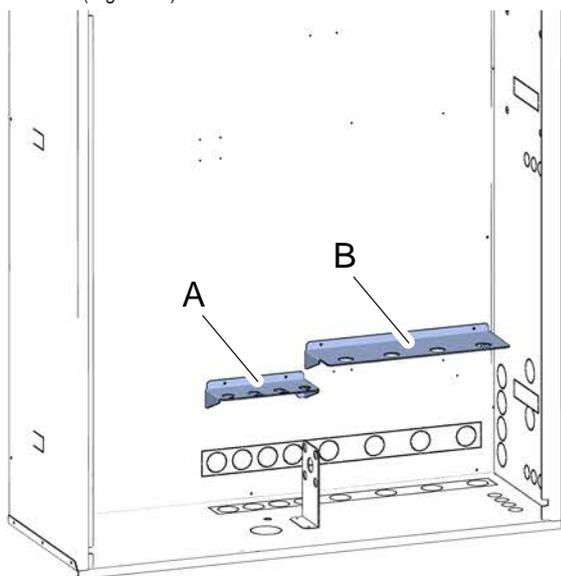
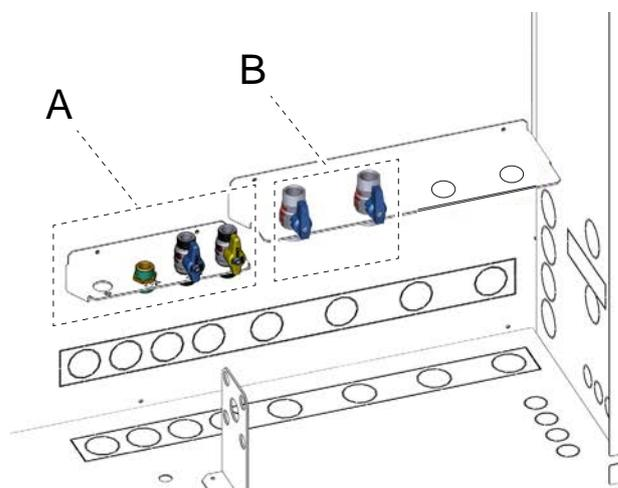

fig. 11 -
fig. 13 -
Montare staffa A ("fig. 11 -") al fondo dell'armadio utilizzando 4 viti autofilettanti.
Montare staffa B ("fig. 11 -") al fondo dell'armadio utilizzando 4 viti autofilettanti .
Montare sulla staffa di sinistra (part. A "fig. 13 -") niplo (mandata ACS), rubinetto ingresso acqua fredda, rubinetto gas metano bloccandoli alla staffa utilizzando 3 ghiera.
Montare sulla staffa di destra (part. B "fig. 13 -") rubinetto ritorno e mandata impianto bloccandoli alla staffa utilizzando 2 ghiera.
**NOTA:** Se il sistema prevede kit di distribuzione con pompe di rilancio la staffa (part. B "fig. 11 -") e i relativi rubinetti (part. B "fig. 13 -") non vanno montati. Per maggiori dettagli vedi paragrafo "4.14 Installazione kit distribuzione zona diretta con collettore" a pagina 25).